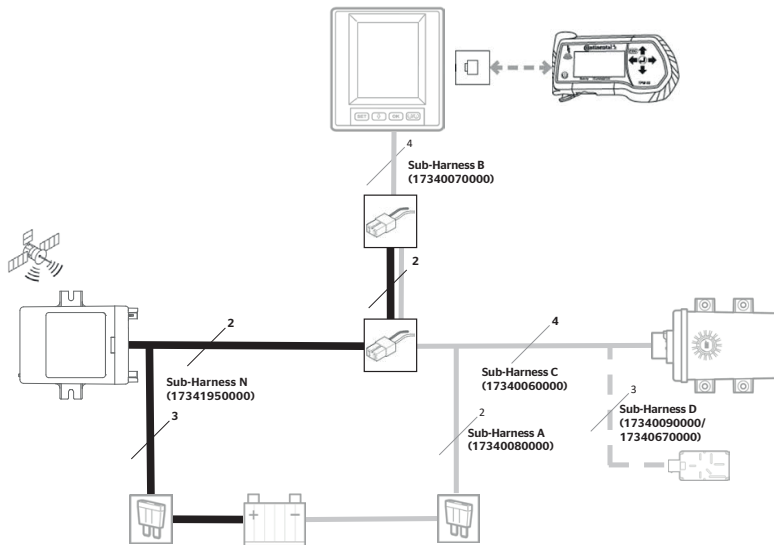

Fig. 1: Variant A
- ◆ Koble til kabelmatten N som vist i **"Fig. 1: Variant A"**.